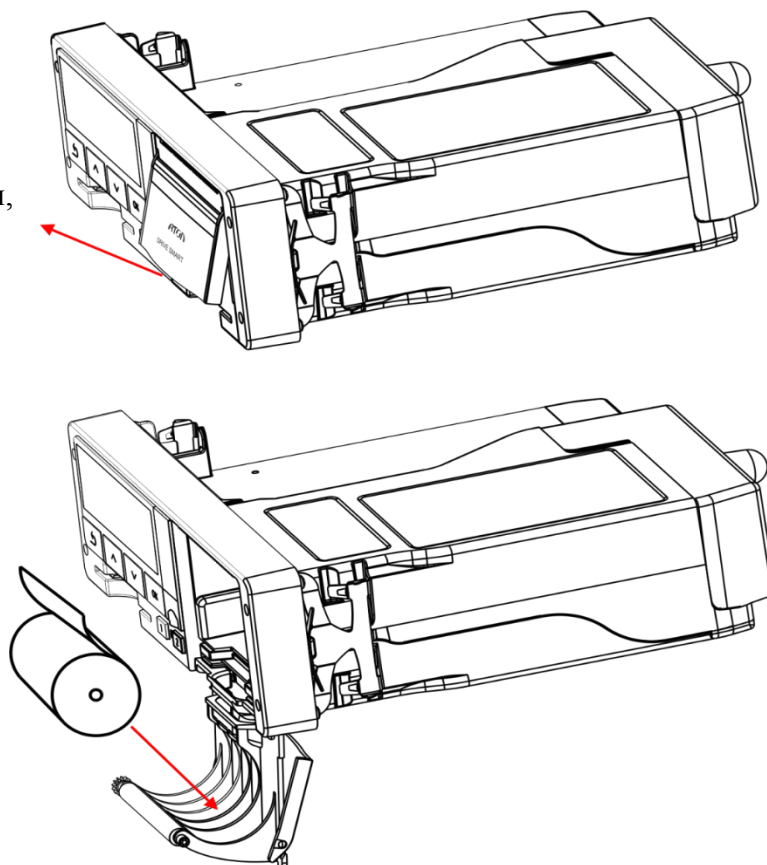

Рисунок 17. Установка бумаги
1. Открыть крышку отсека термопечатающего механизма (см. Рисунок 17), потянув за специальную ручку на крышке.